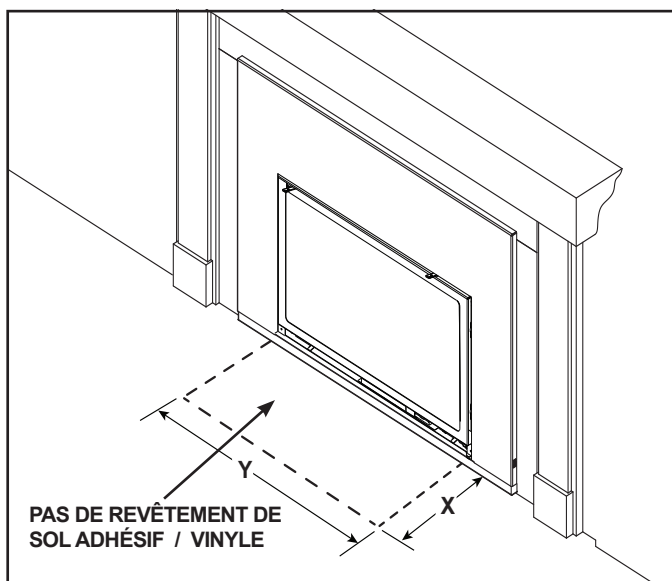

Figure 8.6 Âtre - Exception sur les matériaux inflammables
- Le plancher inflammable peut être situé devant l'appareil. Exception - pas de revêtement de sol adhésif / vinyle. Voir la figure 8.6.